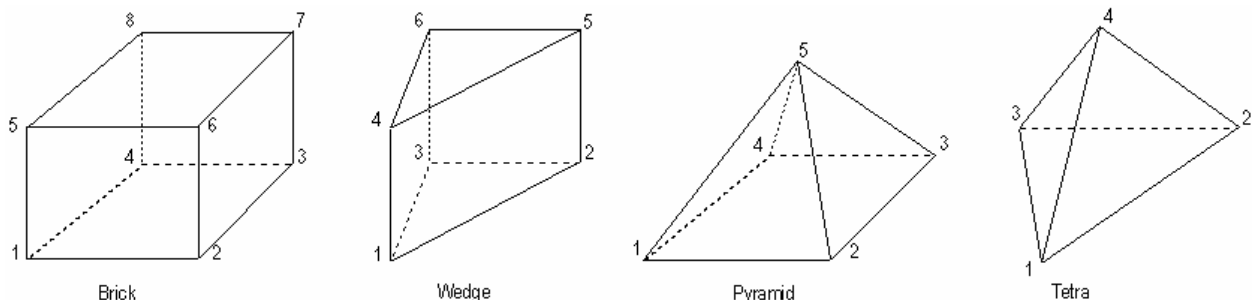

Рис.2.16. Порядок нумерації кутів об'ємних фігур (рисунок з Help)
- по точках у кутах (**Corners...**): вказуються координати від 4-х до 8-ми точок у порядку, вказаному на рис.2.16. Якщо введені дані не суперечливі, то об'єм створюється;
- поверхнями (**Surfaces...**): вказується тип фігури (**Brick**, **Wedge**, **Pyramid** або **Tetra**, див. рис.2.16); як бічні (**Sides**), нижня (**Bottom**) та верхня (**Top**) обираються раніш створені поверхні, що описують замкнений простір. **Увага:** не можна застосовувати конструкційні (граничні) поверхні (див. Розділ 2.2.4), та створені командою **Geometry→Surface→Aligned Curves...**, тобто по декільком лініям;